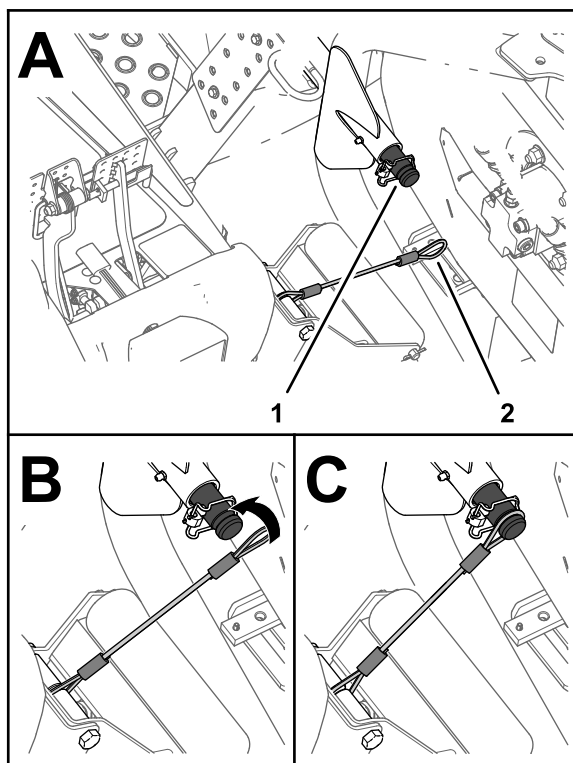

Figure 66
5. Placez le cordon devant l'arbre porteur du bras de levage de l'unité de coupe extérieure avant (Figure 66).
6. Enfilez la boucle du cordon sur l'arbre porteur et engagez-le complètement dans la gorge de l'arbre (Figure 66).